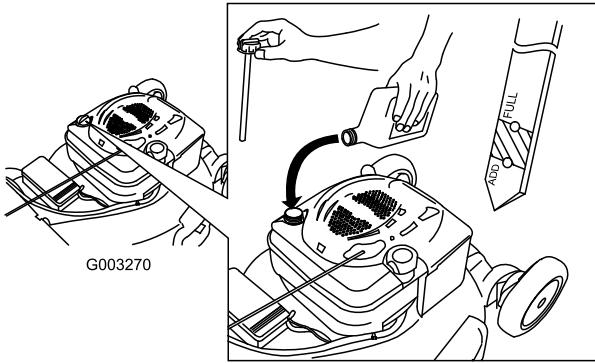

Bild 7
1. Ziehen Sie den Peilstab heraus (Bild 7).
anzuheben. Bild 7 **Füllen Sie nicht zu viel ein.**